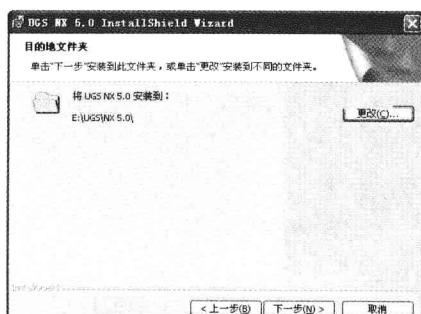

图 1-18 更改完目标文件夹
Step 18 指定安装路径后，在新的对话框中单击“下一步”按钮，如图 1-18 所示。